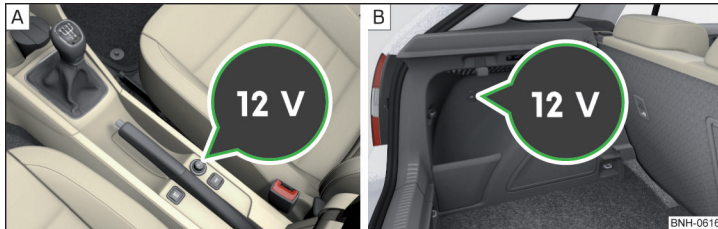

Abb. 73 Abdeckung der 12-Volt-Steckdose: in der Mittelkonsole vorn / im Gepäckraum
- Zum **Gebrauch** die Abdeckung der Steckdose abnehmen » Abb. 73 - **A** oder die Abdeckung der Steckdose öffnen » Abb. 73 - **B**.